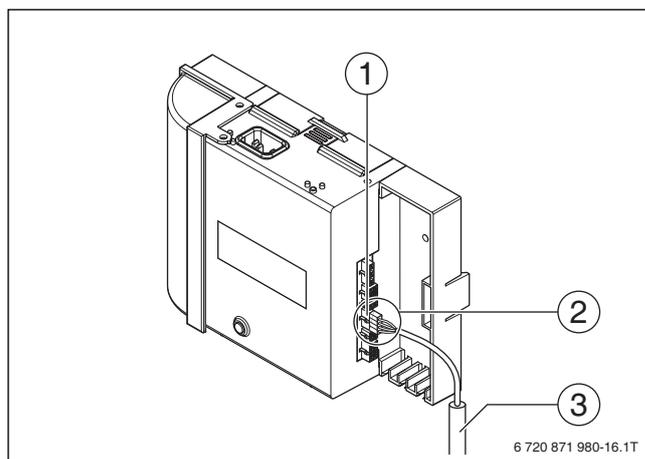

Рис. 54 Демонтаж кабеля ионизации от автомата управления горелкой
- ▶ Отсоедините контрольный кабель ионизации (желтый для природного газа, зеленый для сжиженного газа) (→ Рис. 54, [3]) от автомата управления горелкой, для этого нажмите на язычок (→ Рис. 54, [1]) коннектора (→ Рис. 54, [2]) и потяните.